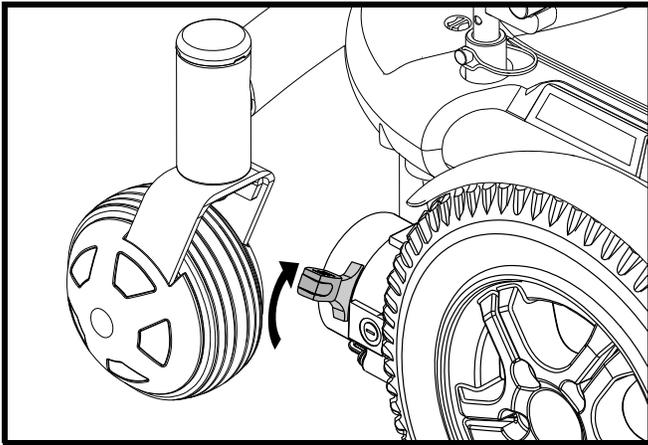

Figure 8. Mode de traction (embrayé)
Votre fauteuil Quantum 600 est équipé de deux leviers d'embrayage manuel « pour passer au neutre » un sur chaque moteur. Ces leviers vous permettent de désengager les moteurs de la boîte de vitesse, afin de pouvoir manœuvrer votre fauteuil manuellement. Voir les figures 8, 8A, 9, et 9A.
2. Soulevez les leviers vers le haut pour engager les moteurs. Voir la figure 8 et 9.